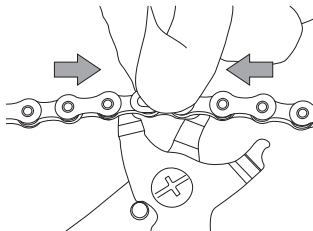

Fig.11
- Comprimete la C-Link™ spingendo da entrambi i lati (interno ed esterno) e contemporaneamente azionare la pinza per avvicinare i due perni (Fig. 11).